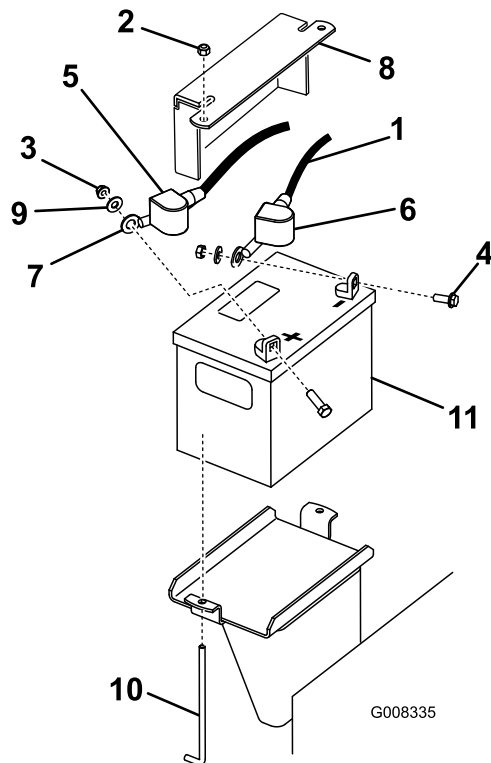

Figura 38
3. Levante a tampa de borracha preta no cabo negativo. Desligue o cabo negativo da bateria do terminal negativo (-) da bateria (Figura 38).
4. Faça deslizar a proteção do terminal vermelho do terminal positivo (vermelho) da bateria, depois retire o cabo positivo (vermelho) da bateria (Figura 38).
5. Retire a placa de suporte, os pernos em J e as porcas que seguram a bateria (Figura 38) e retire a bateria.
1. Utilizando os fixadores anteriormente retirados, instale o cabo da bateria positivo (vermelho) no terminal da bateria positivo (+) (Figura 38).
3. Utilizando os fixadores anteriormente retirados, instale o cabo da bateria negativo (preto) no terminal da bateria negativo (-) (Figura 38).
4. Prenda a bateria utilizando a barra e as quatro porcas de orelhas (Figura 38).